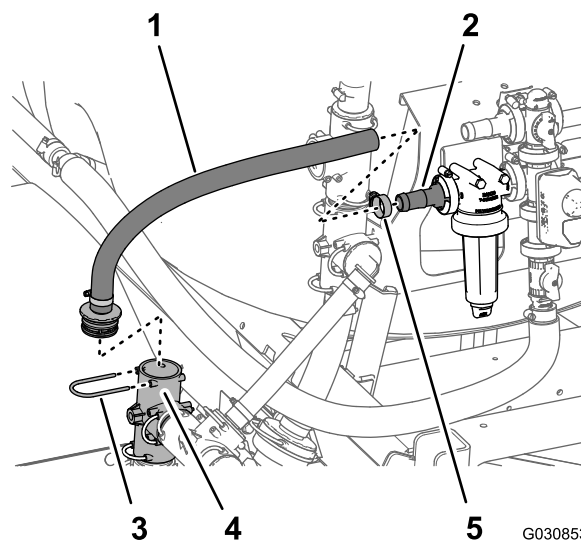

Figura 104
1. Montate il mozzo del raccordo dentellato diritto all'estremità del flessibile di alimentazione (1" x 23 1/8") nel raccordo a T nel foro di uscita della pompa dell'irroratrice (Figura 104) con il fermo che avete rimosso al passaggio 3 di Rimozione della valvola dell'agitatore, della valvola a sfera e dei flessibili (pagina 34).
2. Montate il flessibile di alimentazione (1" x 23 1/8") con il raccordo dentellato diritto sul raccordo dentellato diritto nella testa del filtro (Figura 104).